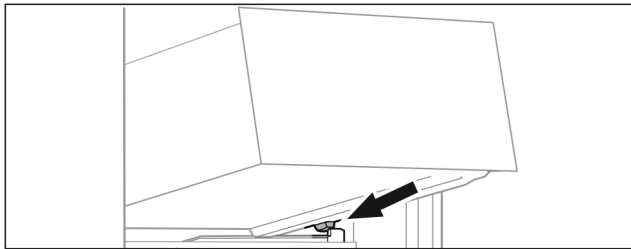

Fig. 76
- ▶ Applicare il cassetto inclinandolo dietro i fermi sulla nervatura del contenitore. (vedere Fig. 76)